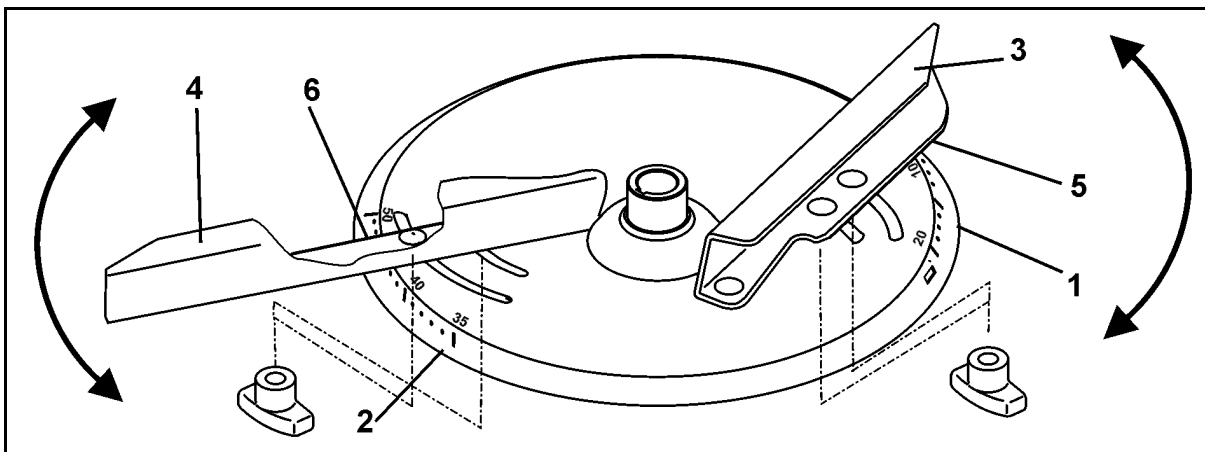

図 56
散布偏向板の設定をツールを用いずに正確に行うために、各散布ディスクには 2 種類の区別のはっきりした目盛り (図 56/1 と 図 56/2) が配置されています。
- 短い散布偏向板 (図 56/3) には、値 5 ~ 28 の目盛り (図 56/1) が、長い散布偏向板 (図 56/4) には、値 35 ~ 55 の目盛り (図 56/2) が割り当てられています。
- 短い散布偏向板 (図 56/3) 用に設定値を読み取りエッジ (図 56/5) で読み取ります。
- 長い散布偏向板 (図 56/4) 用に設定値を読み取りエッジ (図 56/6) で読み取ります。
- 散布偏向板を目盛り (図 56/1 または 図 56/2) のより大きな数値に旋回させると、作業幅が拡大します。